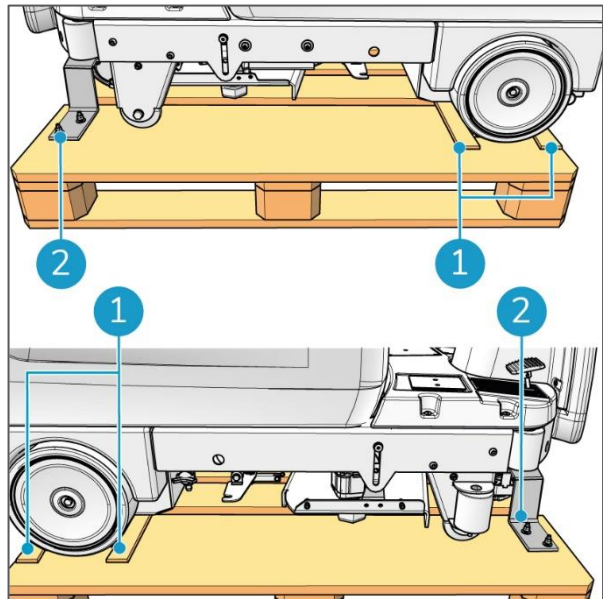

Figura 12
1. Afloja los soportes de metal de los lados delanteros izquierdo y derecho (Figura 12, pos. 2).
2. Retira las dos tablas de madera que fijan las ruedas traseras (Figura 12, pos. 1). La i-drive ya puede quitarse del palé.